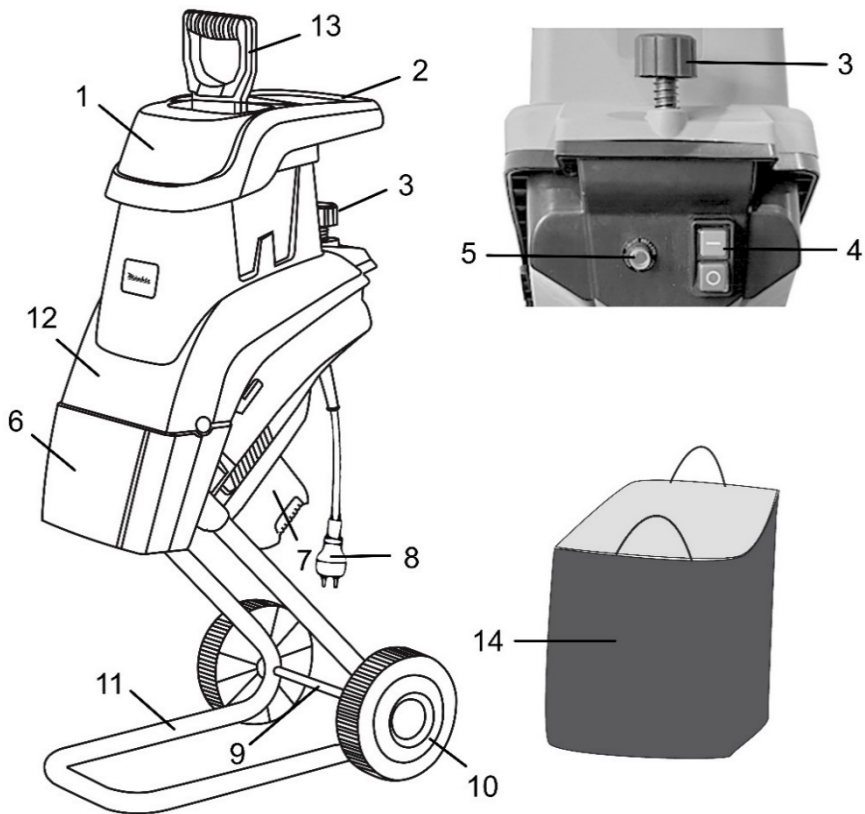

Рисунок 1
- встановіть металеву раму (11, рисунок 1) належним чином у відповідні отвори бункера і зафіксуйте її;
- розташуйте зібрану конструкцію для зручності монтажу транспортувальних коліс (10, рисунок 1);
- вставте колісну вісь (9, рисунок 1) через відповідні отвори у металевій рамі;
- щоб увімкнути гілкоподрібнювач, необхідно натиснути кнопку зеленого кольору з позначкою «I» головного вимикача (4, рисунок 1), щоб вимкнути – натиснути кнопку червоного кольору з позначкою «O». Якщо електродвигун не запускається, натисніть кнопку блокувального вимикача (захисту від перевантаження) (5, рисунок 1), при цьому переконайтеся, що силова вилка шнура електроживлення (8, рисунок 1) під'єднана до мережі;
- дочекайтесь поки електродвигун досягне максимальних обертів та дайте йому попрацювати без навантаження на холостому ходу кілька секунд, а потім почніть завантаження матеріалу в отвір завантажувального лотка (1, рисунок 1). Використовуйте гілкоподрібнювач виключно для подрібнення таких матеріалів:
- блокувальний вимикач (5, рисунок 1) активується в наступних випадках:
- відкрутіть фіксатор завантажувального лотка (3, рисунок 1) і зніміть сам лоток (1, рисунок 1);
- під'єднайте виріб до електромережі та натисніть кнопку блокувального вимикача (3, рисунок 1);
- натисніть зелену кнопку з символом «I» головного вимикача (4, рисунок 1).
- штовхач (13, рисунок 1) служить допоміжним засобом при наповненні бункера дрібним матеріалом (наприклад, дрібними гілками, листям та іншими садовими відходами);
- переконайтеся, що подрібнений матеріал вільно виходить з розвантажувального (викидного) жолоба (6, рисунок 1);